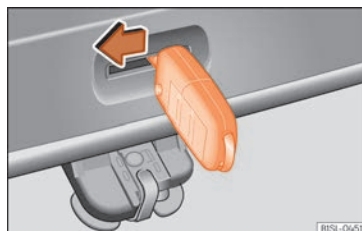

Fig. 75 Depuis le coffre : déverrouillage d'urgence du hayon arrière.
- Introduisez le panneton de la clé dans l'ouverture du hayon arrière »» fig. 75 et appuyez sur le levier de déblocage dans le sens de la flèche pour le déverrouiller.